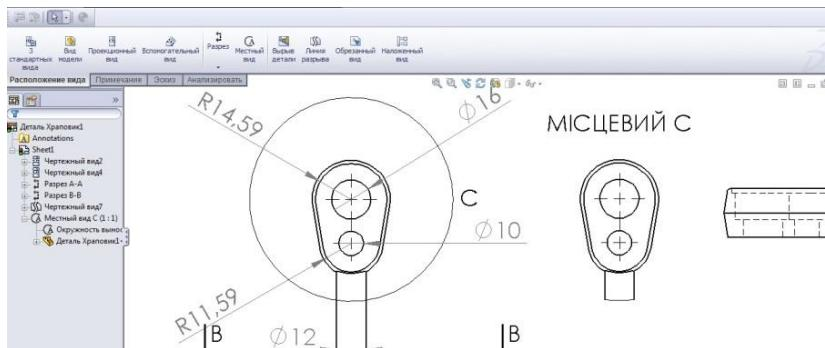

Рис. 8.5
**МІСЦЕВИЙ С**, вибираємо команду **Використати масштаб листа** і розміщуємо новий вид (рис. 8.5).